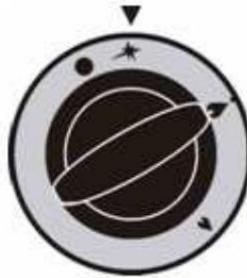

Fig. 8. Position du bouton lors de l'allumage de la veilleuse
- Enfoncez le bouton à fond et tournez-le vers la gauche d'environ 30° pour qu'il soit réglé sur w position du marquage de la veilleuse (Fig. 8),
- Tournez le bouton dans le sens des aiguilles d'une montre jusqu'à ce qu'une résistance se fasse sentir marqué sur la figure 8,